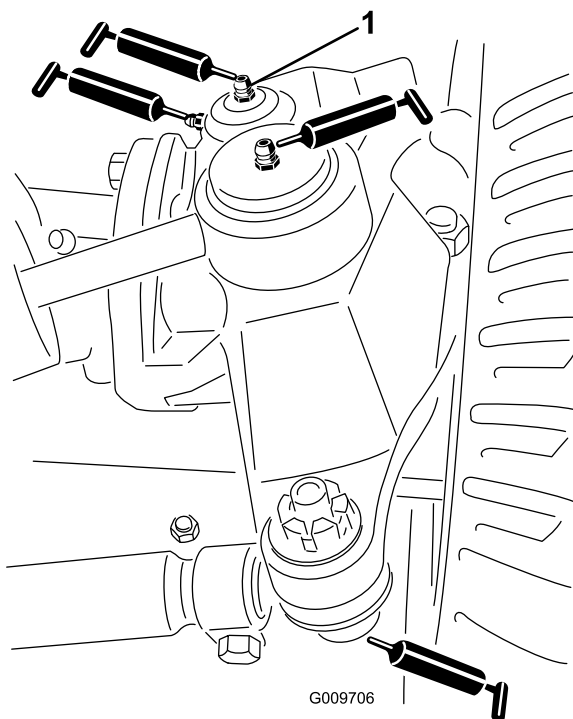

Figure 38
- Rotules de vérin de direction (2), comme montré à la Figure 38.
- Rotules de biellette de direction (2), comme montré à la Figure 38.
- Bagues de pivot de fusée (2), comme montré à la Figure 38.